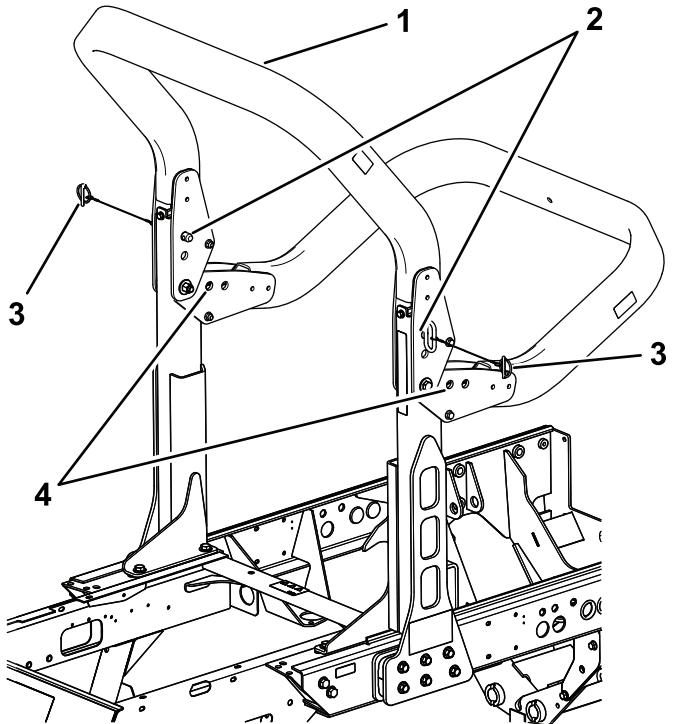

Bild 36
2. Stützen Sie das Gewicht des oberen Rahmens des Überrollbügels ab, während Sie die Rastzungen und Lastösenbolzen aus den Schwenkhalterung nehmen (Bild 36).